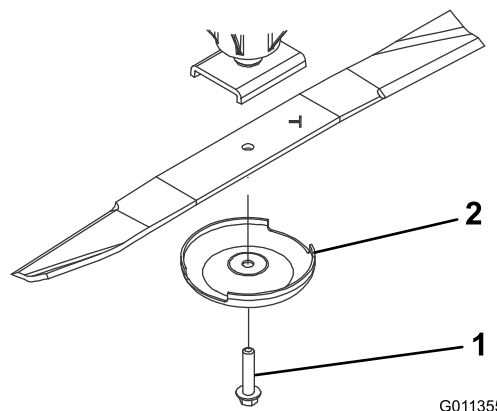

Figura 71
2. Fixe a extremidade da lâmina utilizando um pedaço de tecido ou uma luva grossa. Retire o parafuso da lâmina, o recipiente antidanos e lâmina do eixo (Figura 71).
3. Instale a lâmina, com a aba voltada para a plataforma de corte, com o recipiente antidanos e o parafuso da lâmina (Figura 71). Aperte o parafuso da lâmina com $115\text{--}149$ N·m.